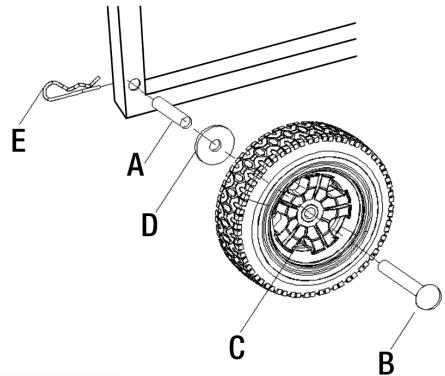

Figure 2
Pour installer une roue (C) Fig.2 à l'extrême droite du châssis, insérez d'abord une bague (A) dans le trou de montage dans le châssis. Insérez un boulon (B) dans la roue, ensuite glissez une rondelle (D) sur le boulon de l'autre côté de la roue. Insérez le boulon à travers la bague et le trou de montage dans le châssis. Fixez la roue en insérant une attache de retenue (E) dans le trou à l'extrémité du boulon. Répétez l'opération pour la deuxième roue.